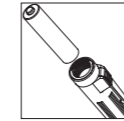

fig.5
2. Wechseln der Batterien (Abb.5)